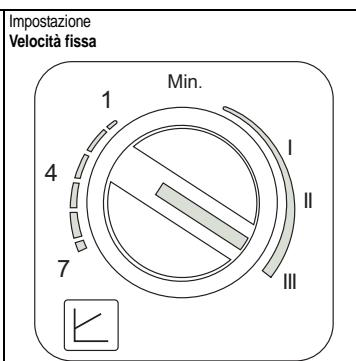

fig. 21
- Impostazione Velocità fissa (fig. 21)